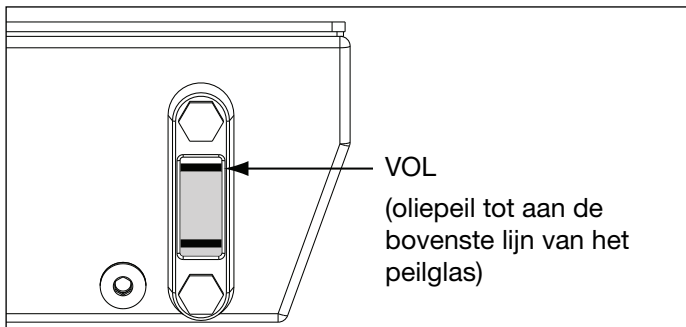

Figuur 1, Reservoir ontluchttingsdop en olievludop
Zie Figuur 1. Voor de verzending is er een dop (A) in de ontluchttingspoort bovenop het reservoir geïnstalleerd. Voordat u de pomp gebruikt, vervang de transportdop (A) door de ontluchttingsdop (B) van het reservoir en de adapterfitting (C)..
Controleer het oliepeil van de pomp vóór het opstarten. Het reservoir is vol wanneer het oliepeil tot aan de bovenste lijn van het kijkglas staat, zoals weergegeven in Figuur 2. Indien nodig, vul olie bij door de olievludop (D) te verwijderen van de vulbuis, zoals weergegeven in Figuur 1. Gebruik Enerpac HF olie (ISO kwaliteit 32).